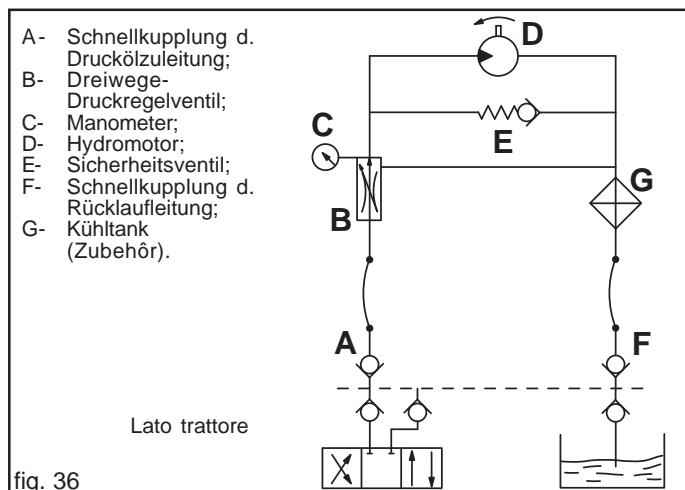

fig. 36
- **Ölversorgung:** Die Angaben der Übersichtszeichnung in Abb. 36 beachten.